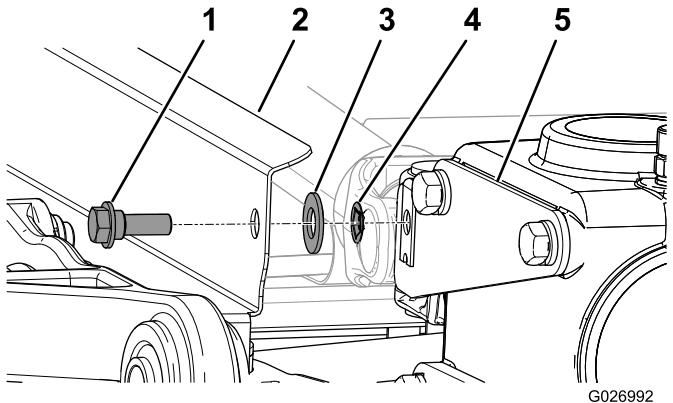

Figura 25
3. Collegate lo schermo dell'albero di trasmissione alla staffa orientabile montata nella procedura 6 Montaggio della staffa orientabile (pagina 5); fate riferimento a Figura 25.